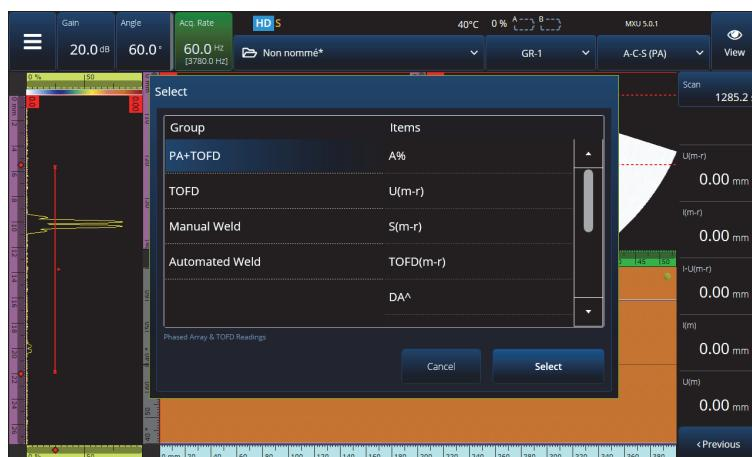

图 2-62 选择读数列表
显示在屏幕右侧的所有 10 个读数都包含在生成的报告中，并被保存在设置文件中。您可以在读数之间轻松切换，以选择在读数栏区中显示的 UT 参数，这些参数可以单独显示，也可以列表形式显示。当某个参数被加亮显示时，读数的 **Select** (选择) 菜单中会提供这个参数的说明 (参见第 107 页的图 2-62)。
- a) **Select Reading List** (选择读数列表) 可使您在预先配置的读数列表中进行选择 (参见第107页的图 2-62)。